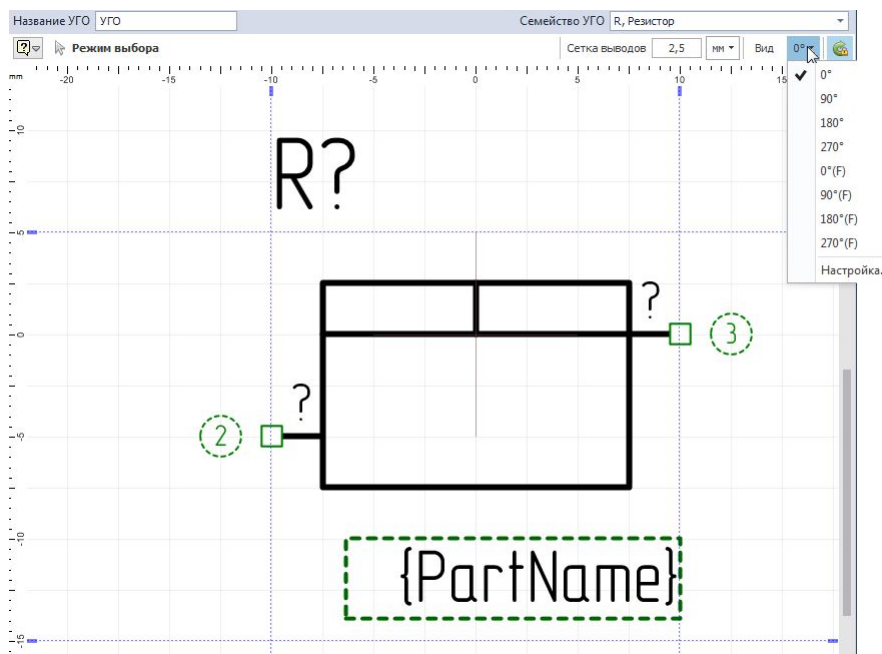

Рис. 44 Настройка отображения графики УГО и атрибутов при его вращении
7. Настройте отображение графики при вращении УГО при необходимости, Рис. 44.